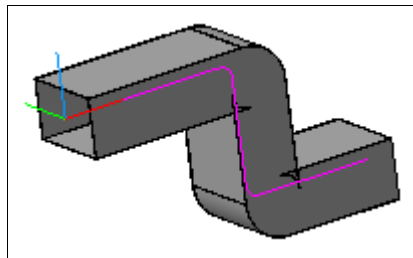

Рис. 17.20. Модель воздуховода
- ♦ щелкните ЛК по кнопке **Создать объект**. Нажмите клавишу <F9> для показа всей модели воздуховода (рис. 17.20). Одновременно в Дереве модели появится элемент **Кинематическая операция** со знаком "плюс" перед пиктограммой